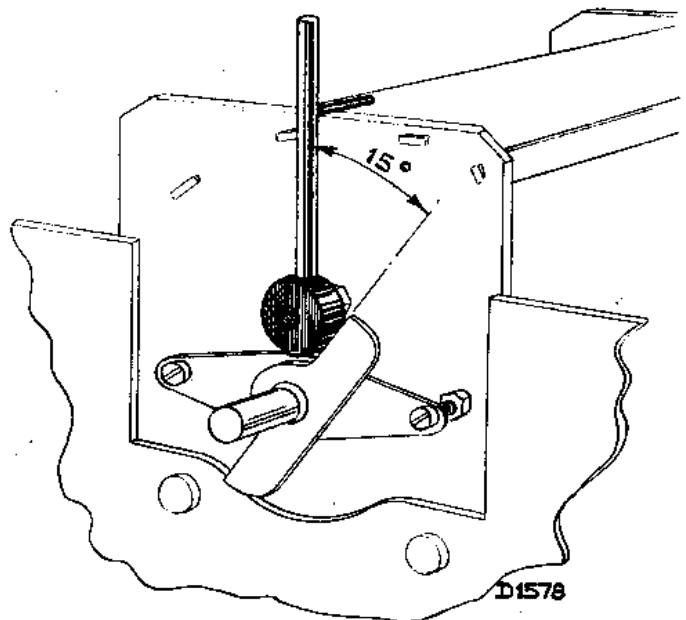

Fig. 6
1. Placer un calibre de  $15^\circ$  (fig. 6).